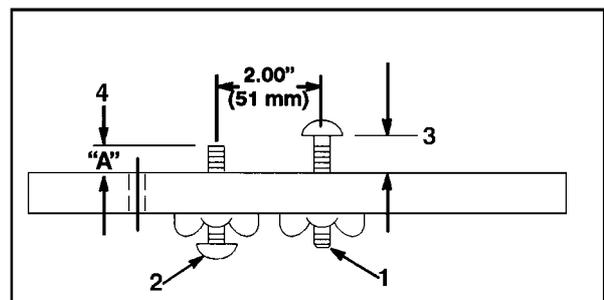

Bild 22
1. Setzen Sie die erste Schraube mit Hilfe der 2-Schrauben-Meßlehre, TORO Bestell-Nr. 98-1852, für die gewünschte Schnitthöhe ein. Diese Einstellung bestimmt der Bereich von der Stirnfläche der Leiste bis zur Unterseite des Schraubenkopfes (Bild 22).